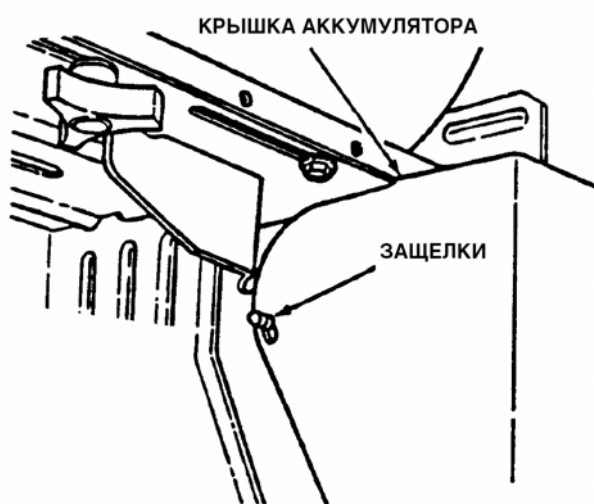

Рис. 4.16.
1. Осторожно снимите каждую сторону крышки аккумулятора с защелок. См. рис. 4.16.
5. Установите крышку аккумулятора. См. рис. 4.16.
11. Установите крышку аккумулятора. См. рис. 4.16.